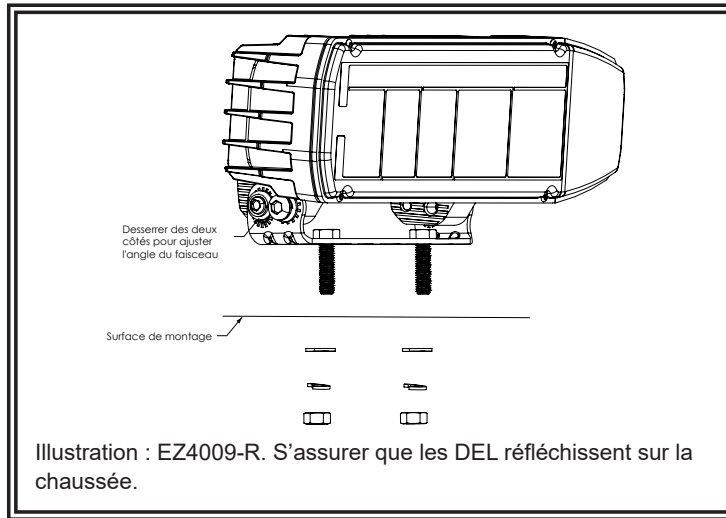

FIGURE 1
2. Fixez la tête de lampe à l'aide de la quincaillerie fournie, comme illustré sur la Figure 1. Réglez l'angle du faisceau selon les besoins avant de vous assurer que toute la quincaillerie est serrée.